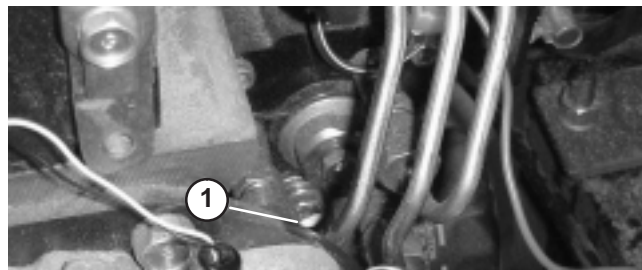

Figure 26
3. Desserrez la vis de purge sur la pompe d'injection (Fig. 26) à l'aide d'une clé de 10 mm.